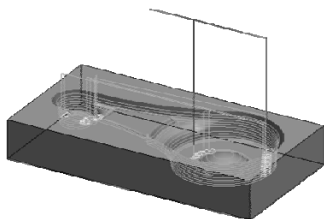

图 3-67 生成刀具轨迹
2) 单击右键后系统提示“拾取加工边界”, 直接单击右键结束拾取。单击鼠标右键确认, 系统开始计算, 稍后得出刀具轨迹如图 3-67 所示。